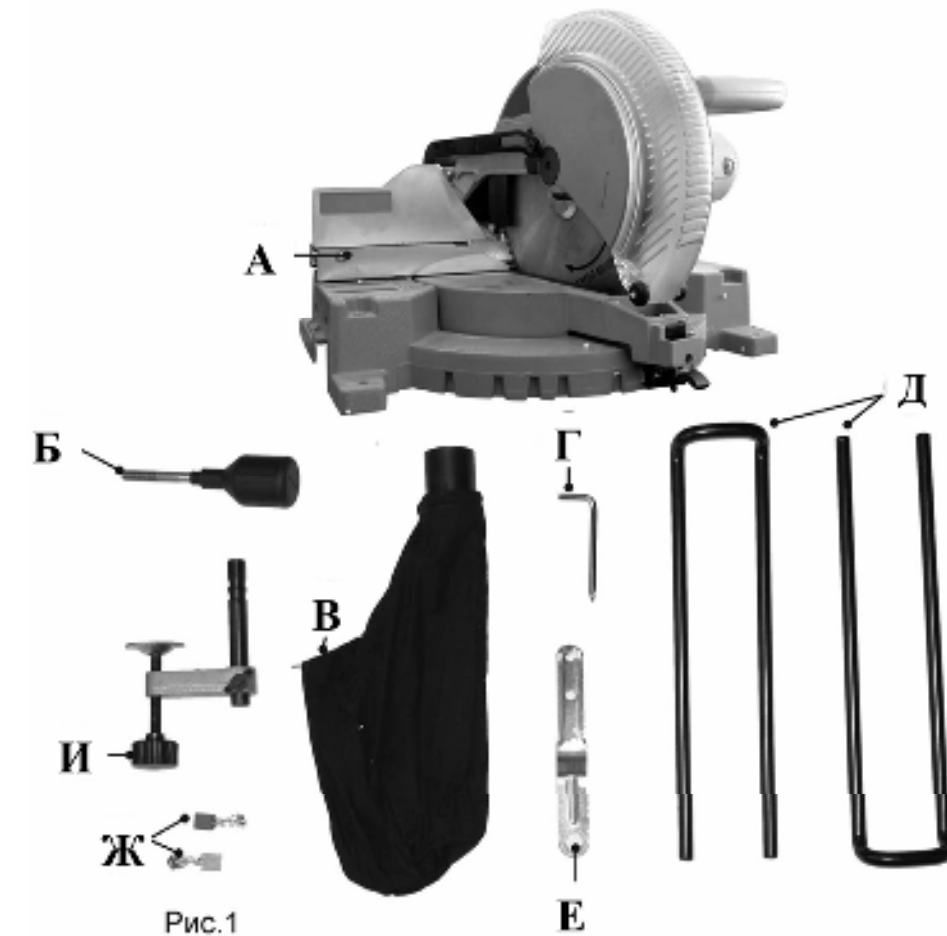

Рис.1
## 4. КОМПЛЕКТНОСТЬ (Рис. 1)
- исправность и подвижность защитного кожуха (6), Рис.1;
- ручку фиксации угла наклона пилы (15), Рис.1, ручку фиксации поворотного стола (11), Рис.1, (должны быть затянуты).